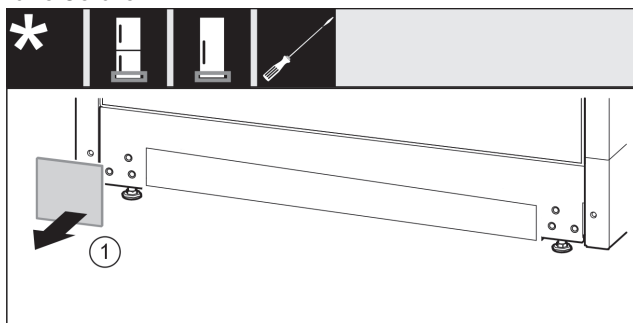

Fig. 13
- ▶ Abdeckung abnehmen. Fig. 13 (1)